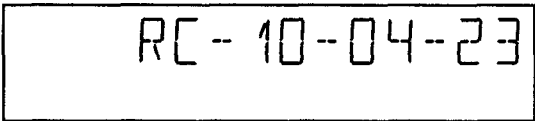

Рис. 5.24. Сообщение на индикаторе при проверке кнопок ДУ
Эта проверка осуществляется аналогично предыдущей. Только сообщения на LCD-дисплее выглядят несколько иначе (см. рис. 5.24).
Две буквы RC на рис. 5.24 слева показывают, что это тест пульта ДУ (REMOTE CONTROL). Крайнее справа 16-ричное 2-разрядное число (23) — это код кнопки. В дальнейшем, для экономии места, сообщения на индикаторе будут приводиться не в виде рисунка, а обычной надписью.